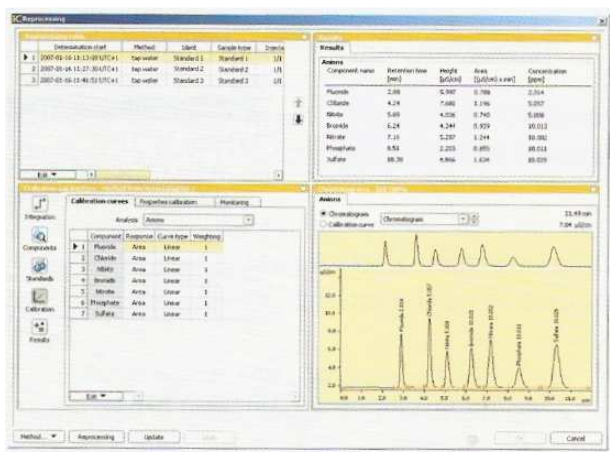

Figura 15.9 – Janela do software Magic Net IC.
- A partir deste momento, as próximas injeções serão calibradas de acordo com a curva de calibração construída, Figura 15.9.